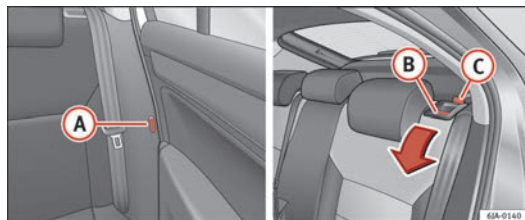

Fig. 74 Desbloqueo del respaldo
- Introduzca la lengüeta del cinturón de seguridad en el agujero (A) ⇒ fig. 74 situado en el lado correspondiente del vehículo – posición de seguridad.
- Pulsando la tecla de bloqueo (B) desbloquee el respaldo y abátalo hacia delante.